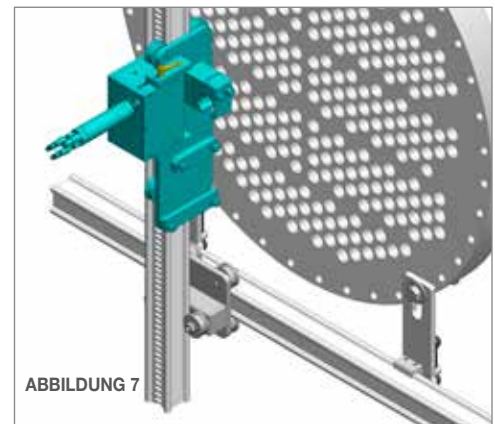

ABBILDUNG 7
7. Lösen Sie die **Schnelleinstellhebel** und ziehen Sie das Getriebe von der Schlittenplatte ab. Hierdurch gleitet der **vertikale Antriebsschlitten** ohne pneumatische Hilfsenergie auf die Schiene um den Antrieb zu drehen. Zentrieren Sie den Schlitten auf der vertikalen Schiene und schieben Sie das Getriebe wieder auf die Schlittenplatte. Hierdurch rastet das Getriebe in die Schienen ein. Stellen Sie sicher, dass das Getriebe richtig in die Schienen eingerastet ist und ziehen Sie den Schnelleinstellhebel wieder an. **(Abbildung 7)**